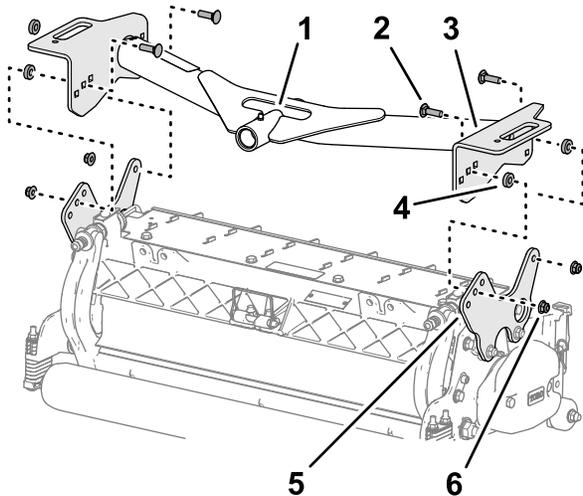

Figura 19
1. Alinhe os orifícios nas placas da estrutura de suporte dianteira com os orifícios nas placas de montagem da unidade de corte (Figura 19).
- Alinhe um espaçador entre a placa de suporte e a placa de montagem (Figura 19), e monte frouxamente as placas e o espaçador com um parafuso francês (3/8 x 2,25 pol.) e uma contraporca flangeada (3/8 pol.).